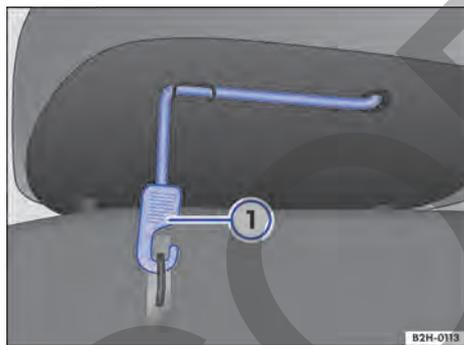

Fig. 59 Debajo del asiento trasero: cinta de sujeción de la banqueta.
Las dos partes de la banqueta del asiento trasero pueden levantarse por separado. Cada parte tiene una cinta de sujeción en el lado inferior → Fig. 59.
- Desenganche la cinta → Fig. 59 ① de su fijación debajo de la banqueta.
- Coloque la cinta en el alojamiento dispuesto debajo de la banqueta y engánchela en la fijación → Fig. 59.